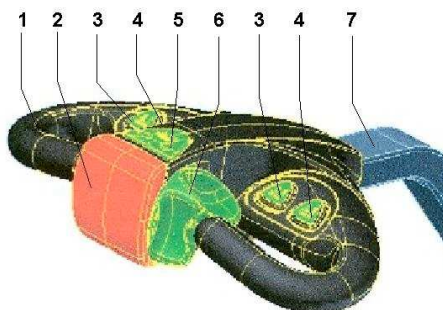

Fig. 2
- contrôler le dispositif homme-mort sur le timon en appuyant sur le bouton-poussoir de sécurité (2, fig. 2),
Timon (Tiller head) (fig. 2)